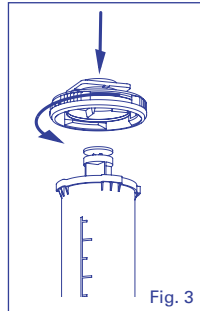

Fig. 3
- Red syringe needs adapter (7) supplied with the instrument to be fitted first (Fig. 3).
- Rote Spritzen müssen zuerst mit dem mitgelieferten Adapter (7) versehen werden (Abb. 3).
- Avec la seringue rouge, utiliser le raccord (7) inclus dans l'emballage (Fig. 3).